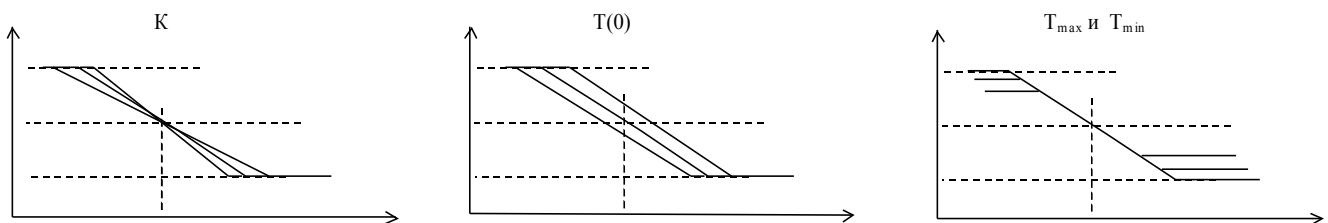

Рис. 2
Общий вид отопительного графика показан на Рис. 2 (для $T_{обр}$ верхняя срезка T_{max} отсутствует).
- **Тобр(0)** - температура обратной воды при Тнв=0°C (см. Рис. 2);